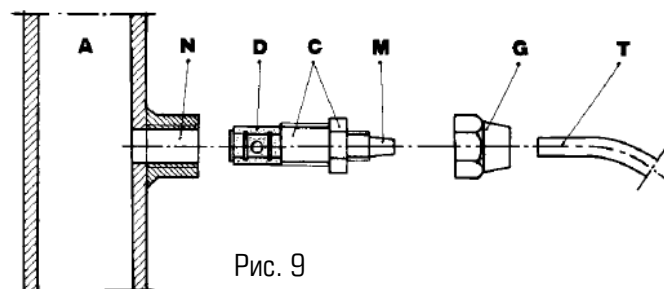

Рис. 9
**g.** – Выберите наиболее подходящее место для врезки в систему и установите в нем коннектор (или тройник) с внутренней резьбой 3/8" (BSPm). Данный коннектор (или тройник) не входит в комплект поставки насоса. Вкрутите в этот коннектор клапан впрыска реагента, как показано на рис. 9. Затем подсоедините шланг сброса к клапану впрыску и закрутите гайку **Г**. В данной ситуации клапан впрыска реагента также выполняет функцию невозвратного клапана (посредством цилиндрической муфты, установленной на клапане впрыска, выполненной из эластомера Viton, входящей в стандартный вариант поставки насоса).
### 3.1. СХЕМА УСТАНОВКИ КЛАПАНА ВПРЫСКА (Рис.9)